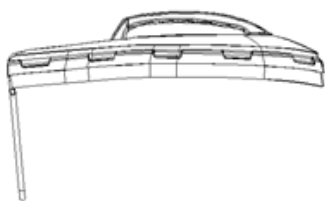
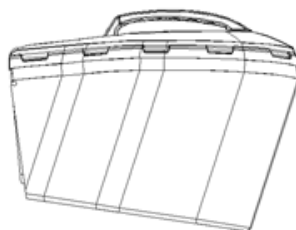

Рис. 8
Рис. 9
1. Для установки: Поднимите заднюю крышку и закрепите травосборник на задней части газонокосилки (рис. 8, рис. 9, рис. 10, рис. 11, рис. 12)